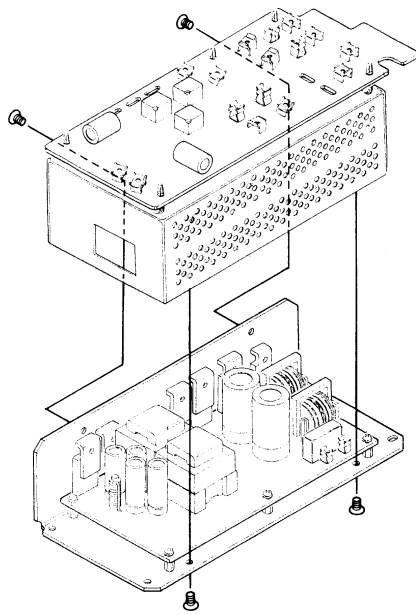

Ilustración 3
- ❑ Tomando ahora la Ilustración 3 como referencia, saque los cuatro tornillos y remueva el disipador térmico de la Unidad del Regulador de Conmutación.